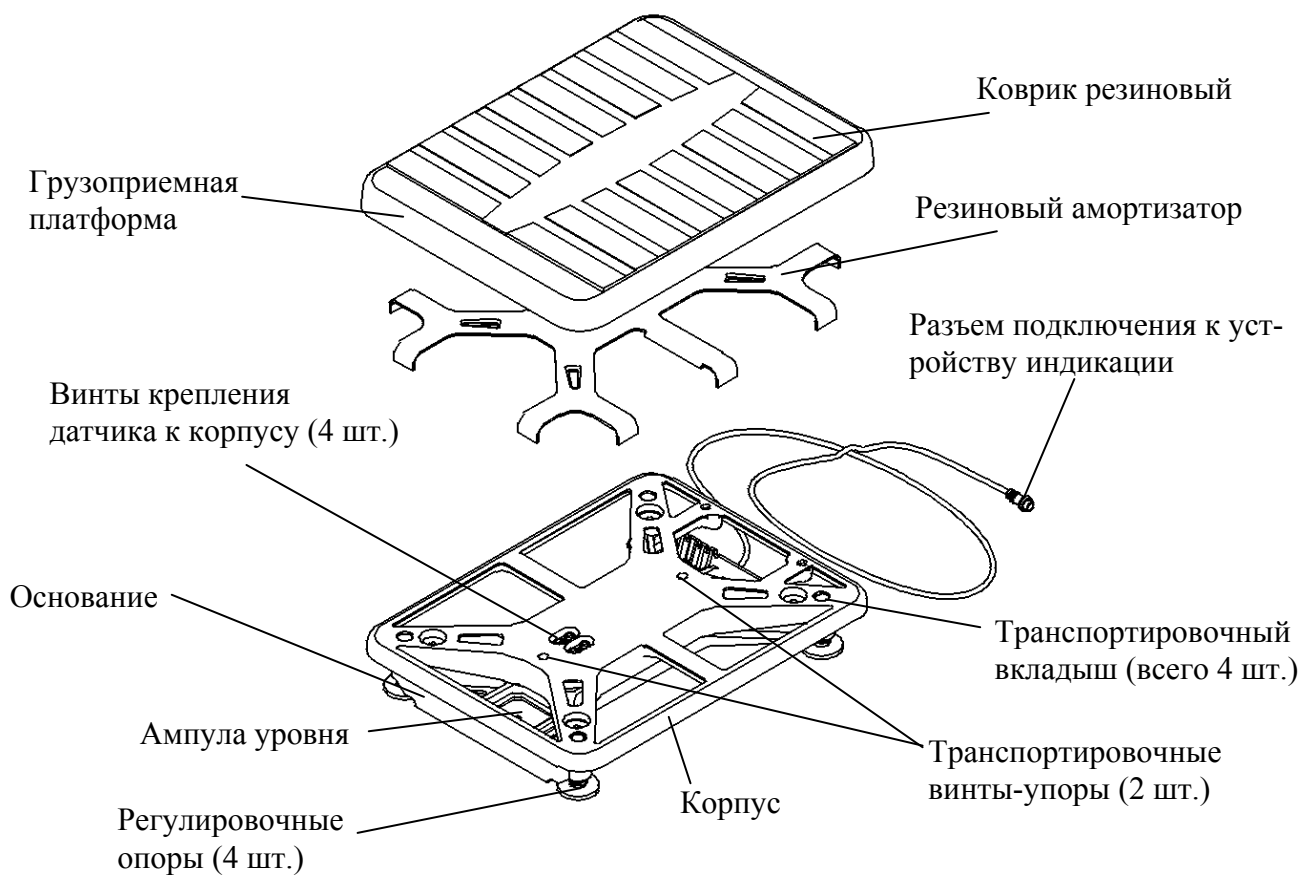

Рисунок 5.2 - Весовая платформа
6.1.4 В весовой платформе (рисунок 5.2) вывернуть два транспортировочных винта-упора, вращая их только против часовой стрелки.